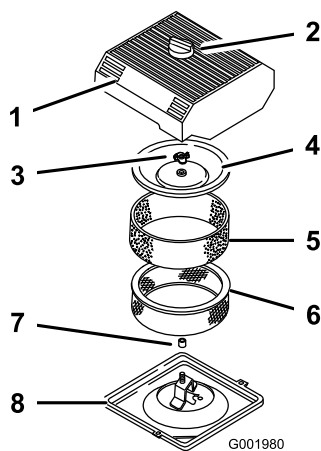

Figura 47
3. Para evitar qualquer dano, limpe à volta do filtro de ar para impedir a entrada de impurezas para o interior do motor (Figura 47).
- Desaperte o botão existente na parte superior do filtro de ar e retire a cobertura (Figura 47).
- Retire cuidadosamente o filtro de esponja, passando pelo filtro de papel (Figura 47).
- Desaparafuse a porca da cobertura e retire a cobertura e o filtro de papel (Figura 47).
- Coloque cuidadosamente o filtro de esponja, passando pelo filtro de papel (Figura 47).
- Coloque a porca da cobertura e aperte contra a cobertura (Figura 47).
- Coloque a cobertura do filtro de ar e o botão (Figura 47).